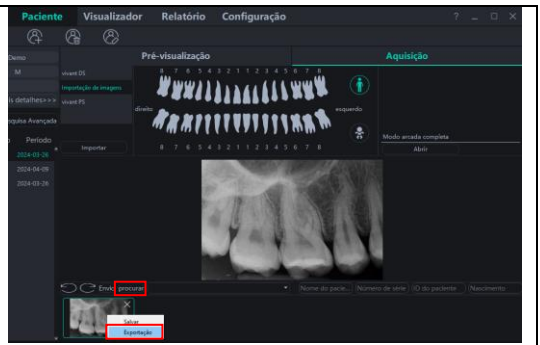

Fig. 61
i. Para fazer a conexão ao sistema PACS, na interface principal "Paciente", selecionar "Aquisição" e, então, "Procurar" para obter a lista de pacientes do sistema PACS. Encontrar o paciente específico para exibir suas informações. Realizar a aquisição das imagens e selecionar o botão "Exportação" para realizar o upload de imagens para o sistema PACS (Fig 61).